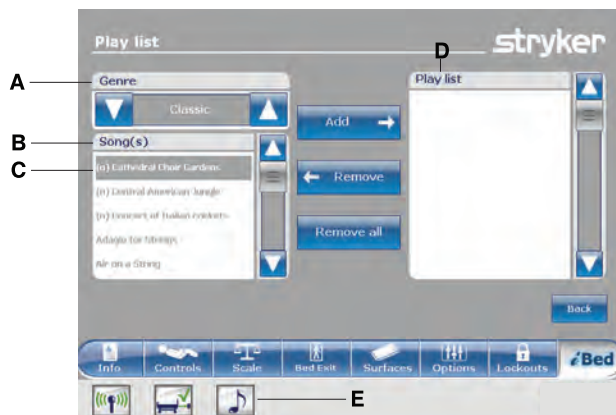

Figure 2-116 : Liste de lecture
Toucher les flèches haut/bas pour sélectionner un genre (A) (Figure 2-116 à la page 2-109).
Toucher les flèches haut/bas pour faire défiler les morceaux de musique disponibles dans la zone **Song(s)** (Musiques) (B) (Figure 2-116 à la page 2-109).
**Remarque** : La musique qui est en cours de sélection est en surbrillance grise (C) (Figure 2-116 à la page 2-109).
Toucher **Add** (Ajouter) pour ajouter une musique de la zone **Song(s)** (Musiques) (B) à la zone **Play list** (Liste de lecture) (D) (Figure 2-116 à la page 2-109).
Toucher **Remove** (Supprimer) pour supprimer une musique de la zone **Play list** (Liste de lecture) (D) et la remettre dans la zone **Song(s)** (Musiques) (B) (Figure 2-116 à la page 2-109).
Toucher **Remove all** (Tout supprimer) pour supprimer toutes les musiques de la zone **Play list** (Liste de lecture) (D) et les remettre dans la zone **Song(s)** (Musiques) (B) (Figure 2-116 à la page 2-109).
**Remarque** : L'icône d'une note de musique s'affiche en bas de l'écran tactile lorsqu'une musique est en cours de lecture (E) (Figure 2-116 à la page 2-109).
Pour retourner à l'écran **Sound therapy** (Thérapie sonore), toucher **Back** (Précédent) (Figure 2-116 à la page 2-109).